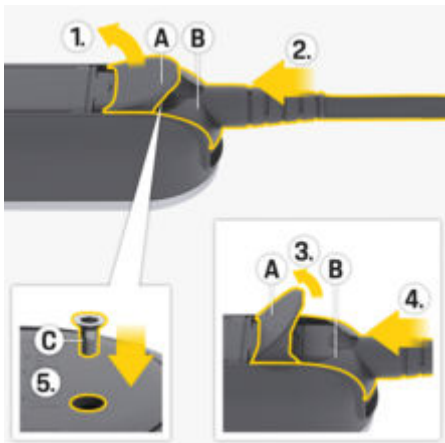

Fig. 194 Feste nettkabelen og pluggen
1. Åpne luken **A** (Fig. 194) ca. 15 grader (akkurat nok til at pluggen **B** (Fig. 194) passer inn i betjeningsenheten).
2. Skyv pluggen **B** (Fig. 194) inn i betjeningsenheten til du kjenner motstand.
3. Åpne luken **A** (Fig. 194) helt.
4. Skyv pluggen **B** (Fig. 194) helt inn.
5. Lukk luken **A** (Fig. 194) helt og skru den fast med skruen **C** (Fig. 194).